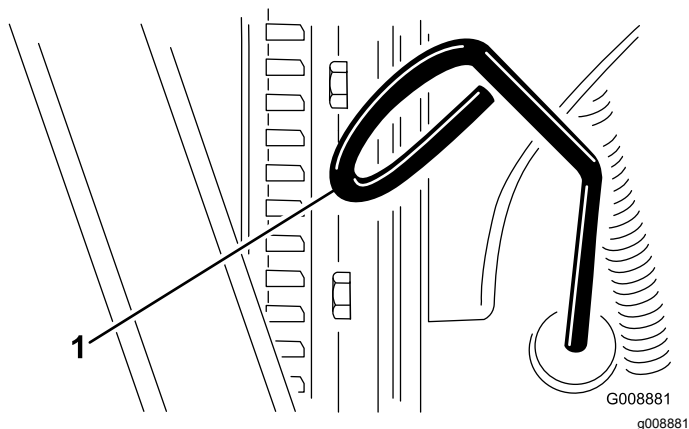

**Figura 54**
3. Togliete l'asta di livello, pulitela strofinandola, rimettetela nel tubo ed estraetela di nuovo. Il livello dell'olio deve essere tra la tacca PIENO e quella AGGIUNTA (Figura 54).
4. Se il livello dell'olio è basso, rimuovete il tappo di riempimento e aggiungete olio fino a quando il livello non è compreso tra la tacca di PIENO e quella di AGGIUNTA (Figura 54).